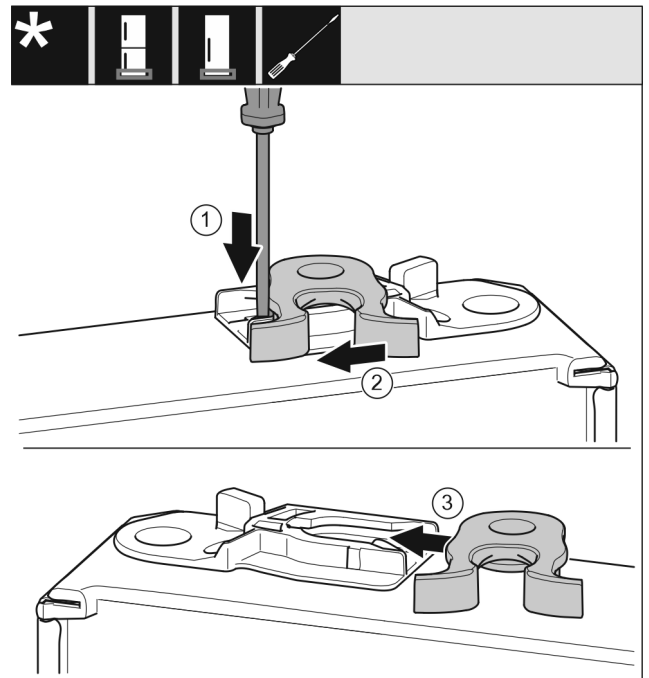

Fig. 18
- ▶ Nyomja le a fedőlemezt csavarhúzóval. Fig. 18 (1)
- ▶ Húzza ki a záróhorgot a vezetősínből. Fig. 18 (2)
- ▶ Tolja be a záróhorgot a vezetősínből a másik oldalra. Fig. 18 (3)